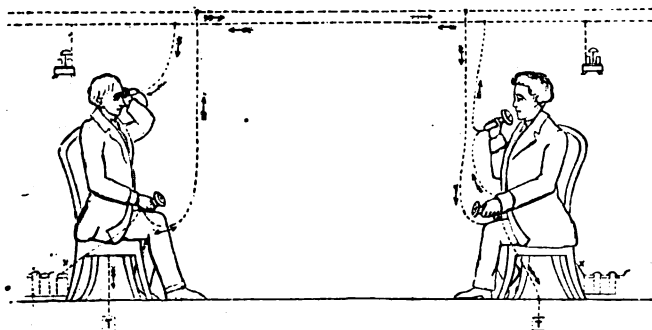

Fig. 4. — Circuito del telefono Meucci del 1871.
quello del Meucci. Nella fig. 4 e 5 sono riprodotti i disegni che accompagnavano la sua domanda di brevetto del 1871 (1).